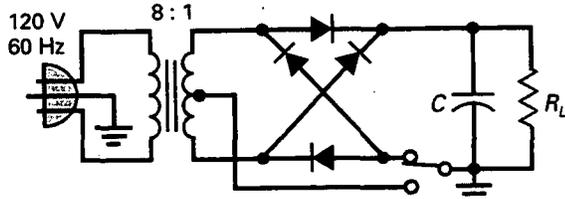

Figura 4-46
- 4-45. Para la posición del conmutador mostrado en la Figura 4-46, ¿cuál es la tensión de salida? Si el conmutador cambia de posición, ¿cuál es la tensión de salida?